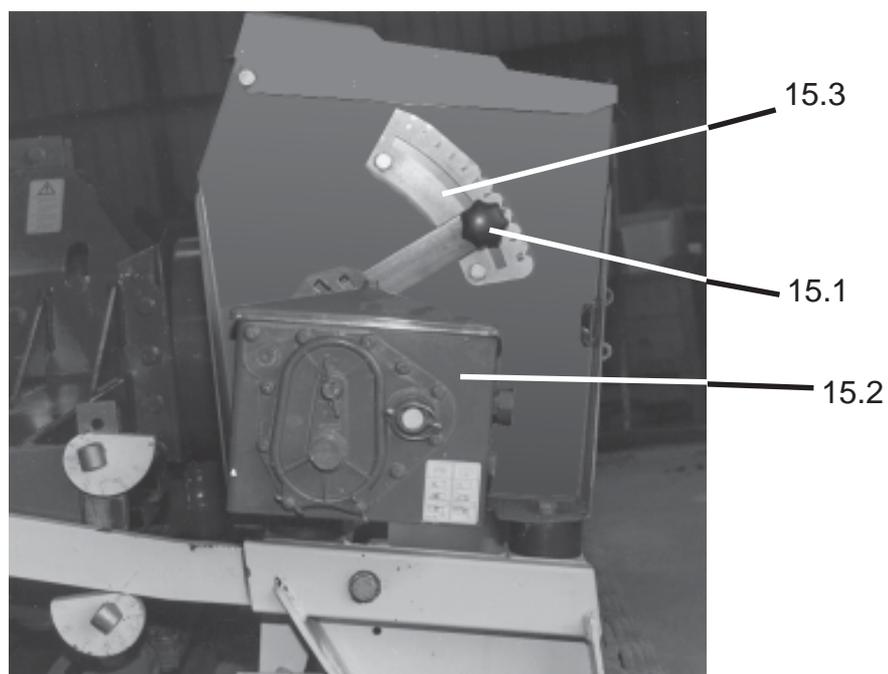

Abb. 15
- schrauben Sie zum Einstellen der Aussaatmenge den Handgriff am Getriebeschalthebel (Abb. 15/1) auf,
Mit dem Getriebe (Abb. 15/2) kann die Drehzahl der Säwelle und damit die Aussaatmenge stufenlos eingestellt werden. Im Getriebe ist zusätzlich ein Zahnradgetriebe eingebaut. Durch Umdrehen eines Zahnrades im Zahnradgetriebe lassen sich zwei Gänge einstellen: